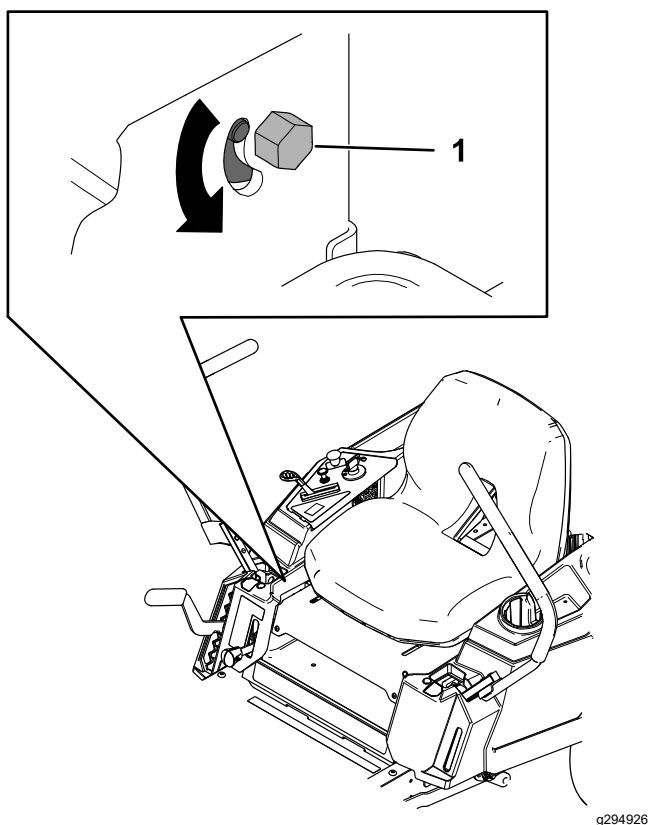

**Bild 53**
3. Suchen Sie die Einstellschraube für den Spurlauf in der Nähe des Fahrtriebshebels auf der Seite, die eingestellt werden muss (**Bild 53**).